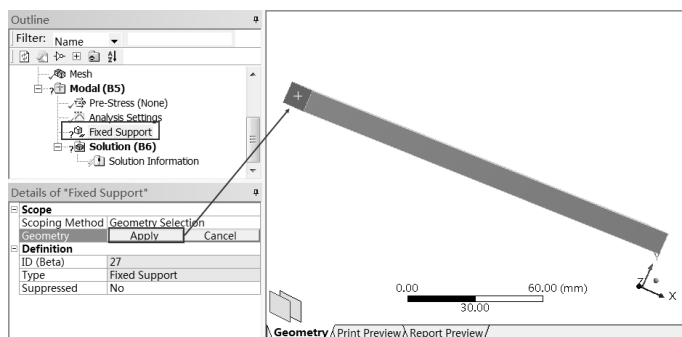

图 9-23 施加固定约束
Step3: 单击工具栏中的 (选择面) 按钮, 然后选择工具栏 按钮中的 , 使其变成 (框选择) 按钮, 选择 Fixed Support 选项, 选择实体单元的一端 (位于 Z 轴最大值的一端), 确保 Details of “Fixed Support” 面板 Geometry 栏中出现 1Face, 表明端面被选中, 即可在选中面上施加固定约束, 如图 9-23 所示。